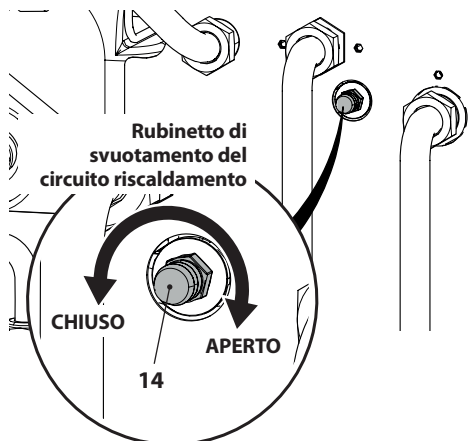

Figura 9.11
- Allentare il rubinetto di svuotamento del circuito riscaldamento 14 indicato in Figura 9.11.